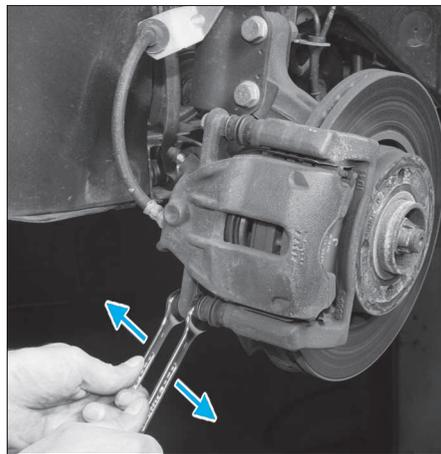

FIG. 8
- Déposer la vis de colonnette inférieure en maintenant l'écrou (Fig.8).